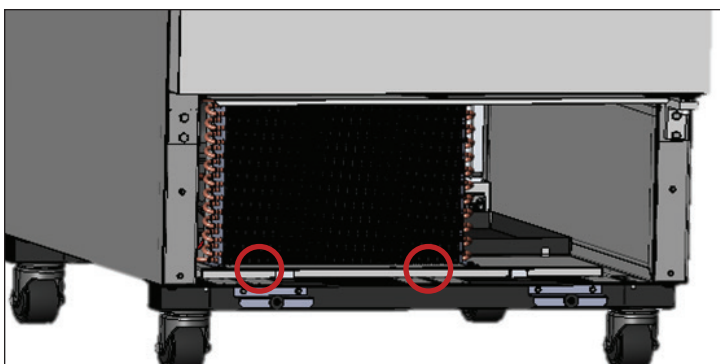

Рис. 5. Снять болты крепления основания конденсатора.
5. Снять болты крепления основания конденсатора. См. рис. 5.